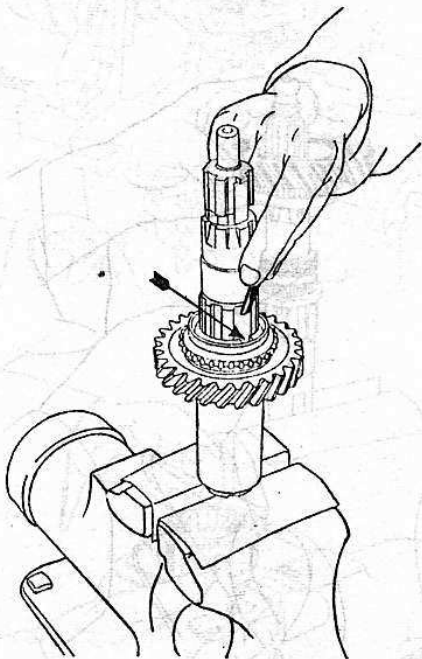

Bild 116
13. Die Anlaufscheibe (e), welche bereits auf dem 1. Gangrad liegt, so drehen, daß Keilnute auf Keilfläche der Hauptwelle steht (Bild 116).